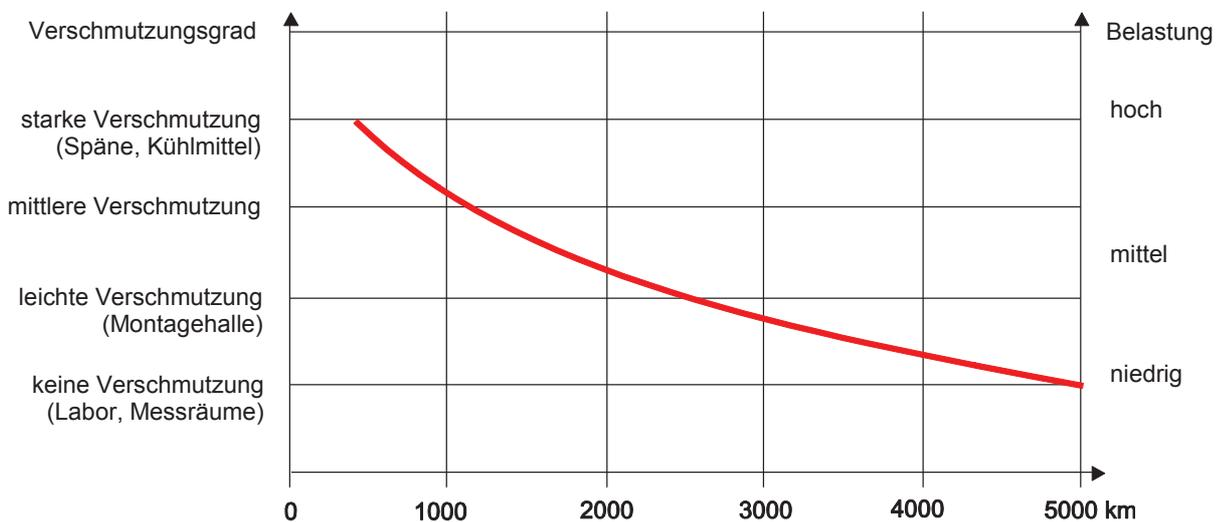

Bild 11: Nachschmierintervalle für die Kugelumlaufführung mit Kugelmutter
*KGT = Kugelgewindetrieb **oder mindestens 2x pro Jahr. Das Schmierintervall ist abhängig von den Umgebungsbedingungen und von der Belastung (siehe Bild 11). Nachschmieren "in Bewegung"!